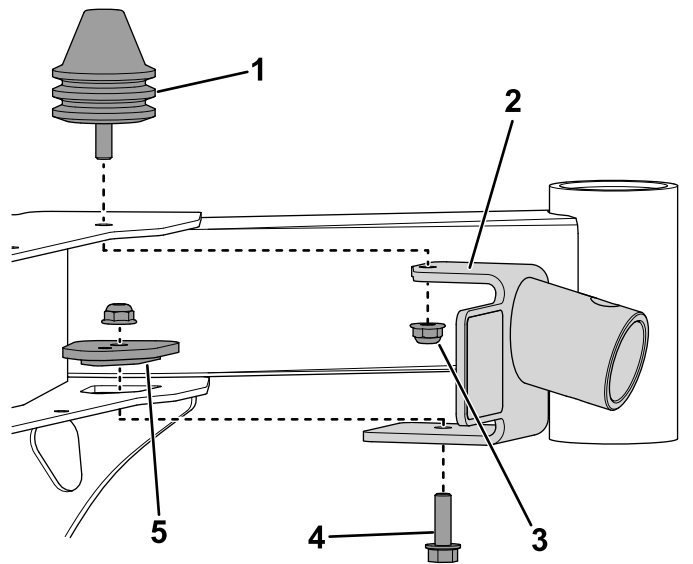

Figura 2
3. Fixe o suporte do macaco à estrutura usando um parafuso, duas porcas de bloqueio, placa de suporte e o amortecedor previamente removido (Figura 2).